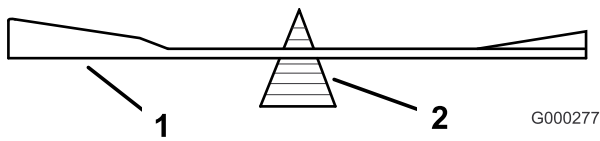
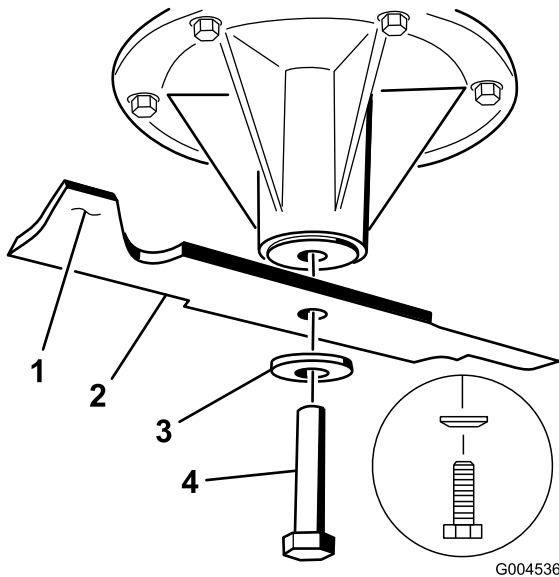

Figure 94
Figure 95
2. Vérifiez l'équilibre de la lame en la plaçant sur un équilibreur (Figure 94). Si la lame reste horizontale, elle est équilibrée et peut être utilisée. Si la lame est déséquilibrée, limez un peu l'extrémité de la partie relevée seulement (Figure 95). Répétez la procédure jusqu'à ce que la lame soit équilibrée.
1. Placez la lame sur l'axe (Figure 95).
2. Installez la rondelle élastique et le boulon de la lame. Le côté bombé de la rondelle élastique doit être dirigé vers la tête du boulon (Figure 95). Serrez le boulon à un couple de 115 à 150 Nm (85 à 110 pi-lb).